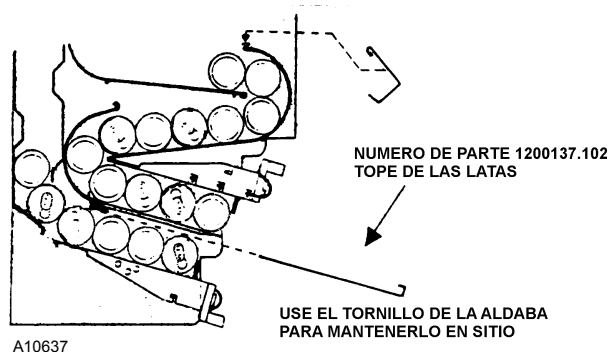

Figura 13. Tope de Latas Inferior
4. Coloque el Tope de Latas Inferior (Número de Pieza 1200137-102). Deslice el tope de las latas y atornille el seguro. Ver **Figura 13**.